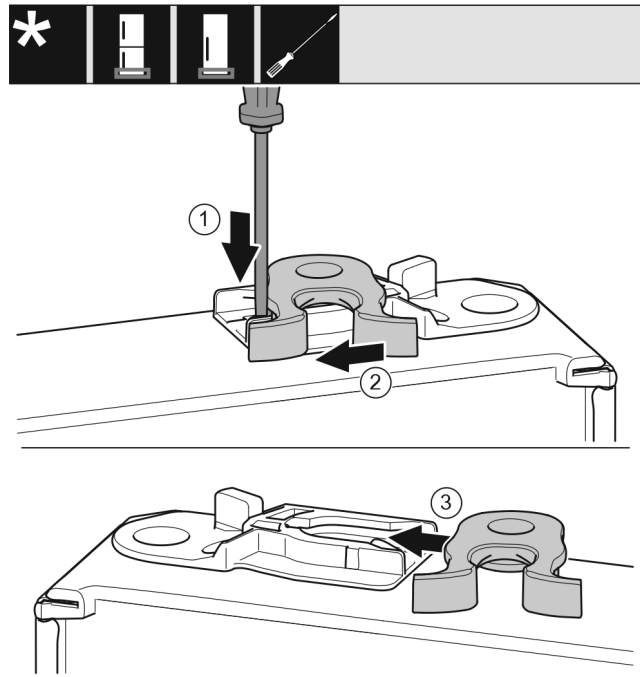

Fig. 20
- ▶ Nyomja le a fedőlemezt Fig. 20 (1) lapos csavarhúzóval.
- ▶ Húzza ki a záróhorgot Fig. 20 (2) a vezetősínből.
- ▶ Tolja be a záróhorgot Fig. 20 (3) a másik oldalon lévő vezetősínbe.